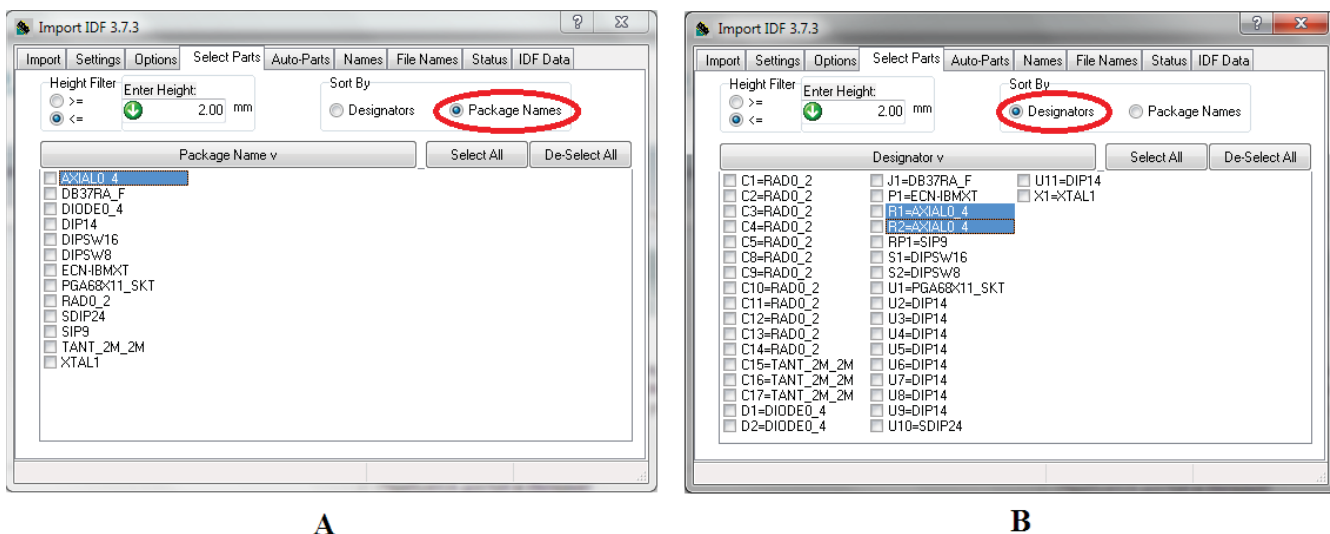

Рис. 2.11.9. Закладка **Select Parts** (**Выбрать компоненты**) окна импорта сборки в формате IDF
- На закладке **Select Parts** (**Выбрать компоненты**, рис. 2.11.9) отбираются конкретные компоненты для включения в сборку.